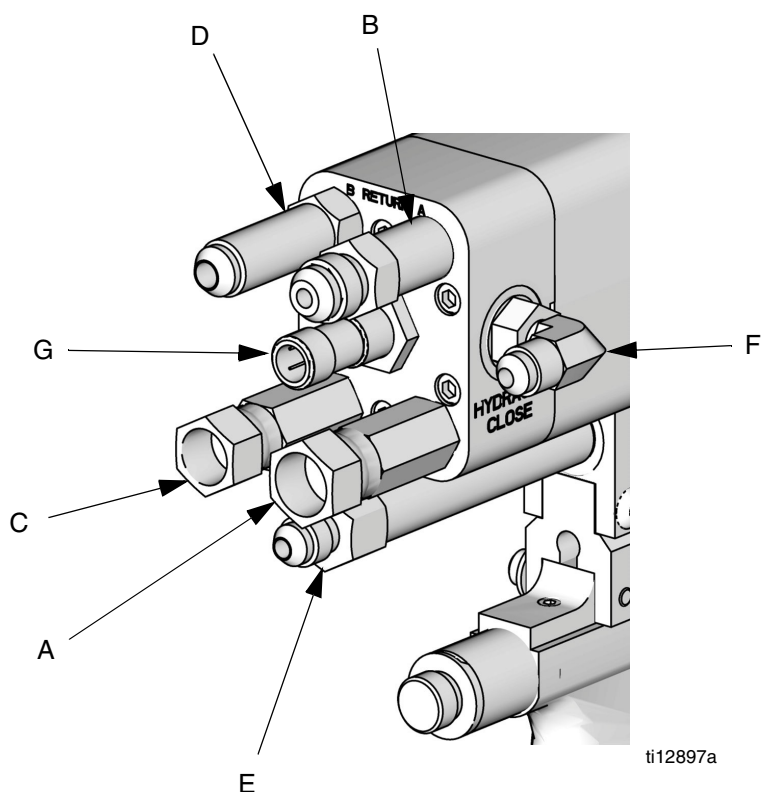
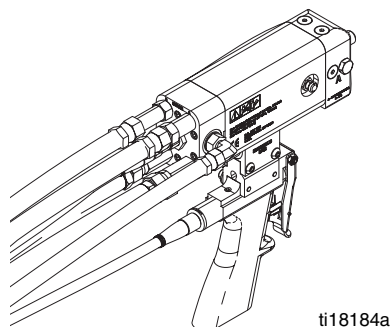

FIG. 5
FIG. 9
11. Instale las mangueras para materiales químicos a la pistola. Vea la FIG. 5 en la página 11 y la FIG. 9.